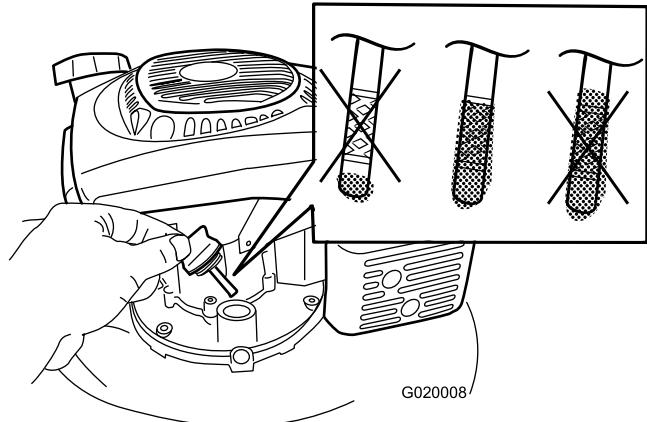

Figura 8
1. Rimuovete l'asta di livello, pulitela e inseritela nel bocchettone di riempimento dell'olio, **senza** avvitarla (Figura 8).
2. Estraete l'asta e controllate il livello dell'olio (Figura 8). Se il livello dell'olio è inferiore alla tacca Add sull'asta, versate lentamente dell'olio nel foro di riempimento fino a portarne il livello alla tacca Full sull'asta. **Non riempite troppo.** (Riempimento massimo: 0,65 litri, tipo: olio detergente 10W-30 o SAE 30 con service classification API SJ o superiore.)